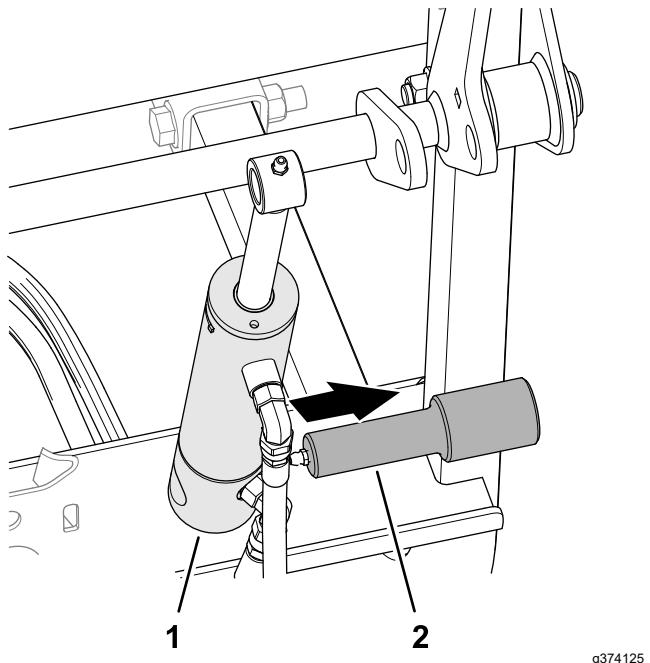

Figura 18
- Monte el cilindro de elevación del apero trasero en el eje de montaje del bastidor trasero (Figura 18).